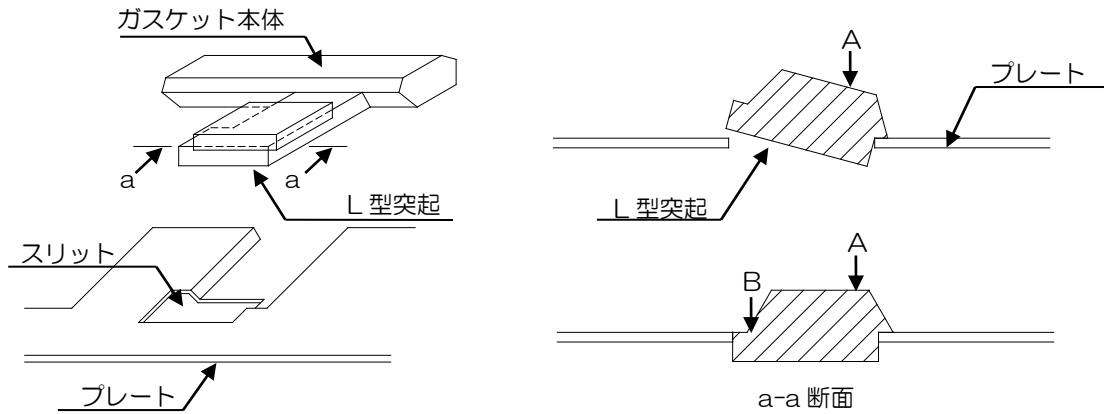

図2 L型突起のセット方法
- 1) 図 2 に示すように、ガスケット突起の A 点をプレートのスリット（孔）へ指で押し込みます。